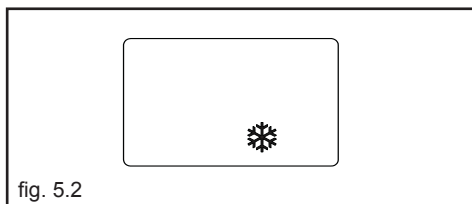

fig. 5.2
- **Antigelo riscaldamento:** la funzione si avvia se la temperatura rilevata dalla sonda di mandata scende sotto i 5 °C. In questa fase si attiva il circolatore e, se caldaia non in blocco, anche il bruciatore alla minima potenza finché la temperatura dell'acqua di mandata raggiunge i 35 °C. Durante il ciclo antigelo sul visualizzatore digitale appare il simbolo ❄️ (fig. 5.2).
- **Antigelo sanitario:** la funzione si avvia se la temperatura rilevata dalla sonda sanitaria scende sotto i 5 °C. In questa fase si attiva il circolatore e, se caldaia non in blocco, anche il bruciatore alla minima potenza finché la temperatura dell'acqua di mandata raggiunge i 55 °C. Durante il ciclo antigelo sul visualizzatore digitale appare il simbolo ❄️ (fig. 5.2).